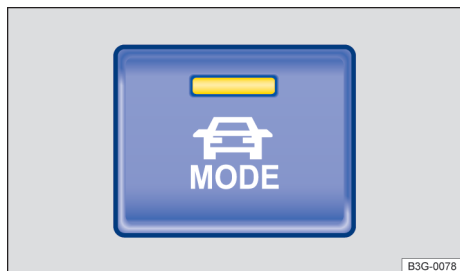

Fig. 137 Na parte inferior do console central: botão de seleção do perfil de condução.
- Pressionar o botão de seleção do perfil de condução  → Fig. 137.
- Para trocar o perfil de condução, pressionar novamente o botão de seleção do perfil de condução  → Fig. 137 ou tocar na superfície de função do perfil de condução desejado no sistema Infotainment.